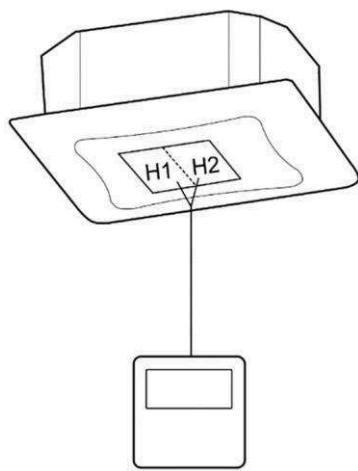
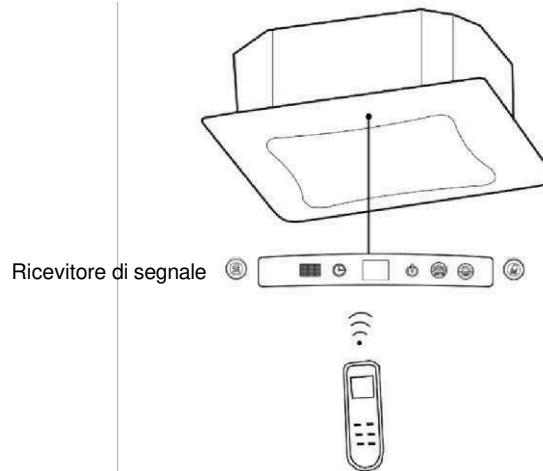

Fig.5.4.1
Fig.5.4.2
- 1) Il comando a filo è illustrato nella Fig. 5.4.1, il telecomando senza fili (opzionale) è illustrato nella Fig. 5.4.2, il ricevitore di segnale è dotato di pannello come accessorio standard.